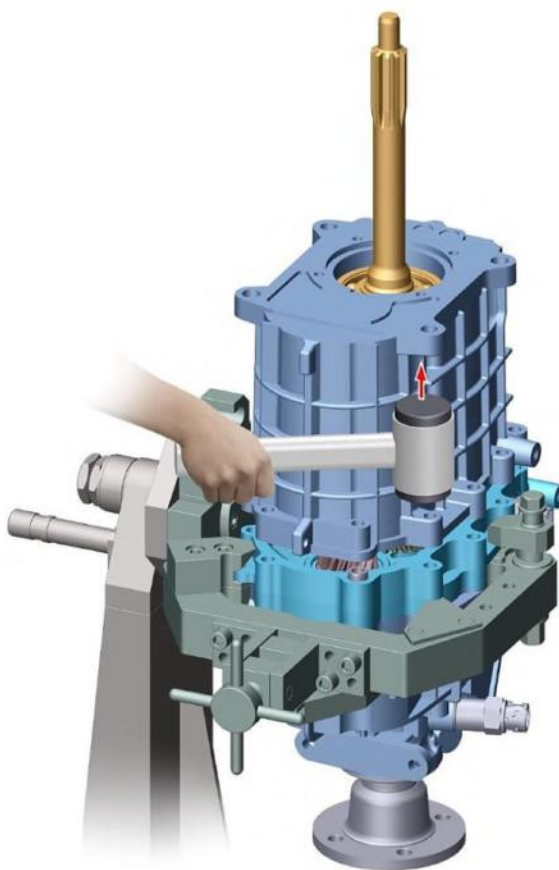

Рис. 3.10. Снятие переднего картера
- демонтировать передний картер коробки передач (воздействуя на ушки крепления переднего картера к картеру сцепления) (рис. 3.10), удерживая пластину и задний картер. При разъединении картеров не допускается воздействовать на торец носка первичного вала, так как это приводит к повреждению синхронизатора;